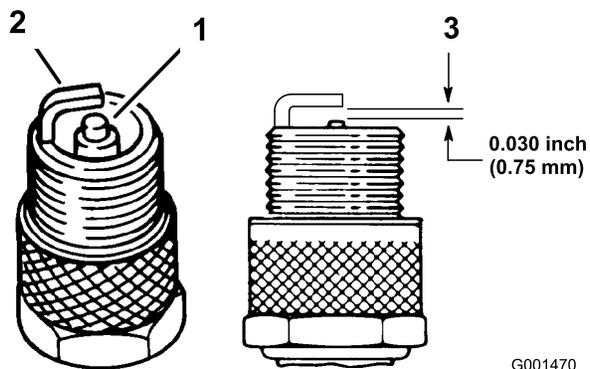

Figura 26
1. Controllate la parte centrale delle candele (Figura 26).
3. Controllate la distanza tra gli elettrodi centrale e laterale (Figura 26).
4. Piegate l'elettrodo laterale (Figura 26) se la distanza non è corretta.
**Nota:** Verificate che la distanza fra gli elettrodi sia corretta (Figura 26).
3. Collegate i cappellotti alle candele (Figura 26).